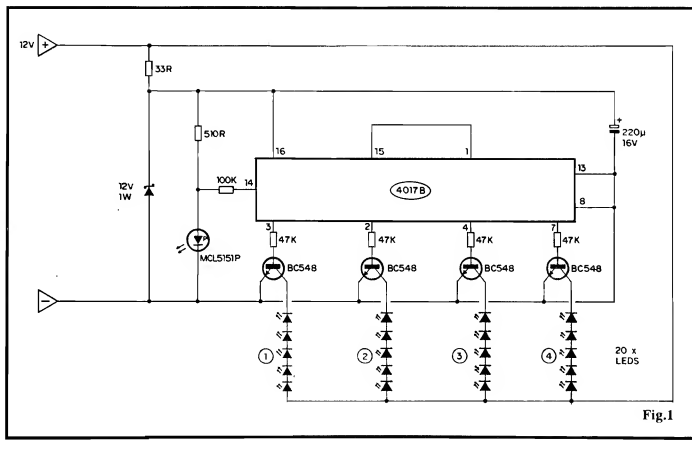

Fig.1
**- FIG. 1 - DIAGRAMA ESQUEMÁTICO DO CIRCUITO** - No centro do arranjo está um Integrado Digital da "família" C.MOS, um 4017... Originalmente trata-se de um sequenciador ou contador de década, com (obviamente...) 10 saídas, das quais apenas as quatro primeiras são efetivamente utilizadas (respectivamente manifestadas através dos pinos 3-2-4-7...). A quinta saída (pino 10) é, propositalmente, deixada "em aberto", de modo que o sequenciamento mostre um nítido "intervalo" entre o seu fim e o seu re-começo... A sexta saída de sequenciamento do 4017, presente no pino 1, *reseta* todo o sistema, aplicada que está ao pino 15 de "zeramento" da contagem... O *clock* (trêm de pulsos a ser "contado" e sequenciado pelo Integrado...) é obtido da forma mais incrivelmente simples e econômica, recolhendo-se a brusca variação de Tensão sobre o anodo de um LED "pisca" (MCL5151P) que, energizado via resistor limitador de 510R, fornece cerca de 3 Hz ao módulo centrado no 4017, via pino 14 deste... Observem que, no intuito de proteger o Integrado contra Tensões eventualmente muito altas, presentes no sistema elétrico do veículo, essa parte do circuito tem sua alimentação